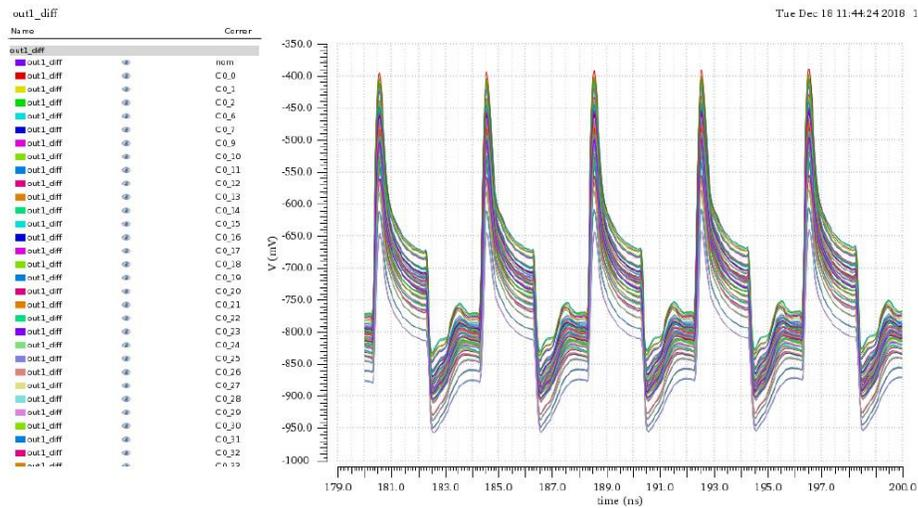

Figure 11. Rbias=1000ohm, Tstartup delay>200ns
4. R 开路时，图 11 是仿真结果，可以看到输出的波形明显有过冲和尖峰，经过了 200ns 输出仍没有稳定。Tstartup delay>200ns